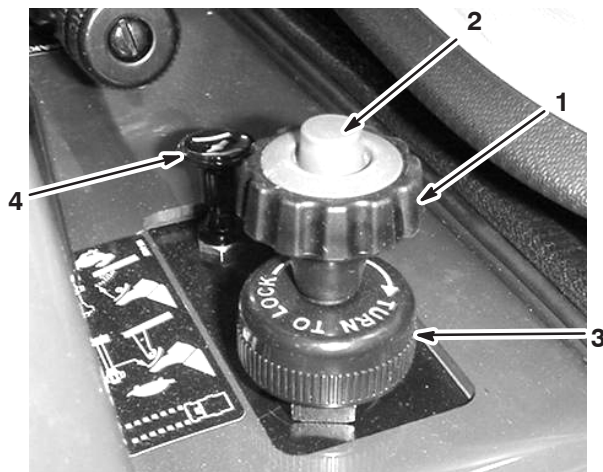

Bild 14
Der Geschwindigkeitsbegrenzer ist ein großes Handrad an der rechten Seite des Sitzes (Bild 14). Mit dem Handrad können Sie das maximale Durchtreten des Gaspedals und damit die maximale Geschwindigkeit des Sprühgeräts einstellen.
2. Drücken Sie die Taste oben am Handrad des Geschwindigkeitsbegrenzers und ziehen Sie es nach oben, bis es das Gaspedal berührt. Lassen Sie dann die Taste los (Bild 14).
4. Nach dem Einstellen können Sie die Stellung arretieren. Drehen Sie hierfür den Arretierungsring unten am Geschwindigkeitsbegrenzer im Uhrzeigersinn, bis er fest sitzt (Bild 14). Drehen Sie zum Lösen der Arretierung den Arretierungsring entgegen dem Uhrzeigersinn, bis er lose ist.
Der Choke ist ein kleines Handrad an der rechten Seite des Sitzes (Bild 14). Ziehen Sie zum Anlassen eines kalten Motors den Chokehebel heraus. Stellen Sie nach dem Anlassen des Motors den Choke so ein, dass der Motor ruhig läuft. Drücken Sie den Hebel so bald wie möglich ganz hinein (Aus-Stellung). Ein bereits warmer Motor erfordert keine oder fast keine Starthilfe.